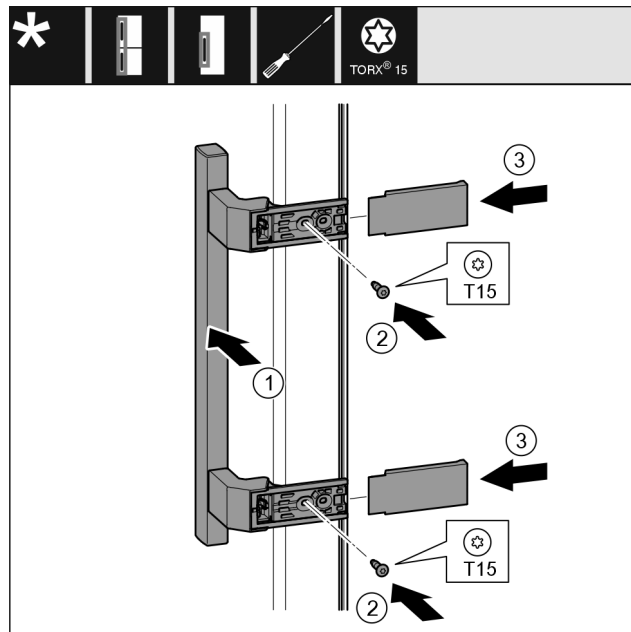

Fig. 20
- ▶ Sett på håndtaket Fig. 20 (1) på motsatt side.
- ▶ Skru fast skruene Fig. 20 (2) med en skrutrekker.
- ▶ Sett dekslene Fig. 20 (3) på siden og skyv dem på.